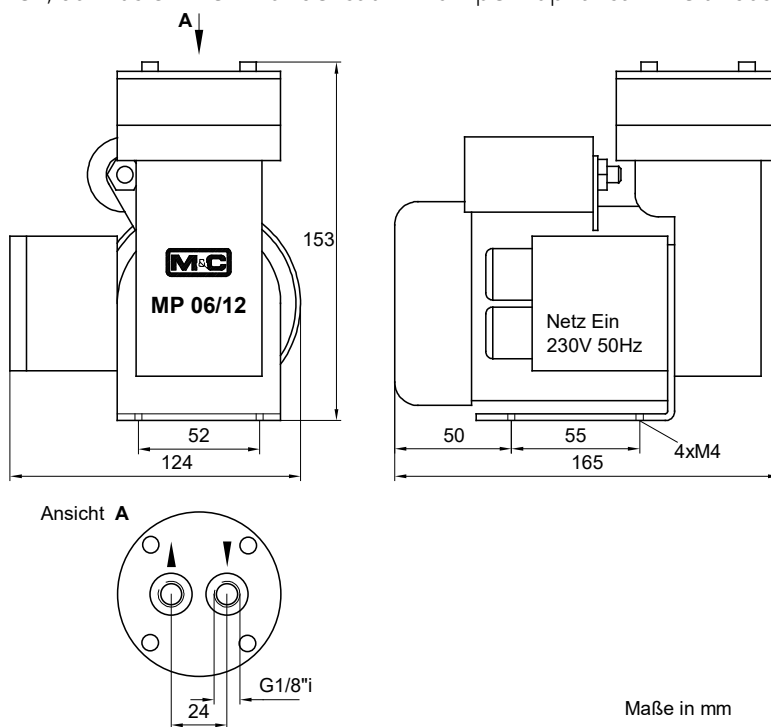

Abbildung 2 Abmessungen (mm) MP06
- Die Befestigungsmaße sind der Abbildung 2 zu entnehmen.